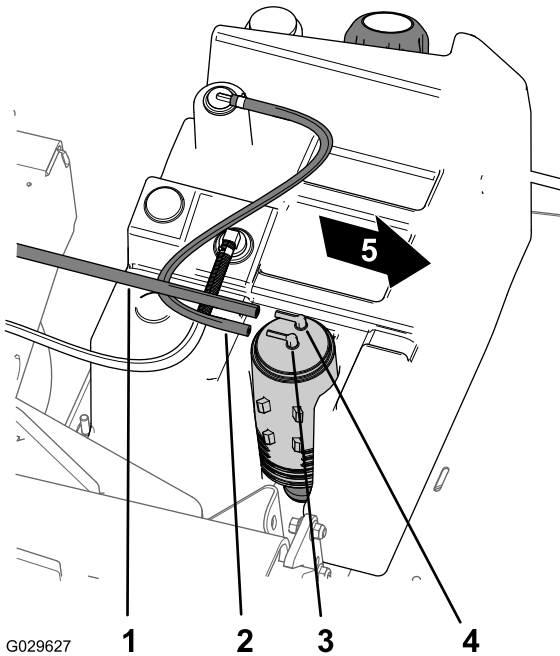

图 43
1. 从碳罐上标记为“净化”的接头上取下真空软管 (图 43)。
2. 从碳罐上标记为“油箱”的接头上取下燃油软管 (图 43)。
8. 将真空软管连接到碳罐上标记为“净化”的接头上, 将燃油软管连接到标记为“油箱”的接头上 (图 43)。